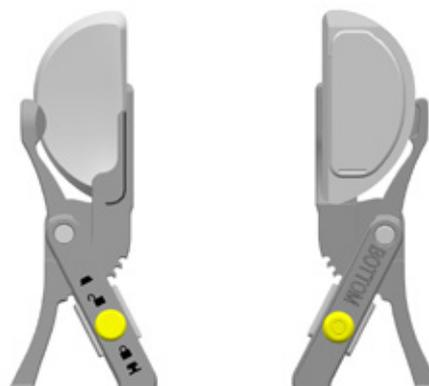

Figura 57
- 4 Serrare l'impianto rotuleo nell'osso e rimuovere il cemento estruso (Figura 57).